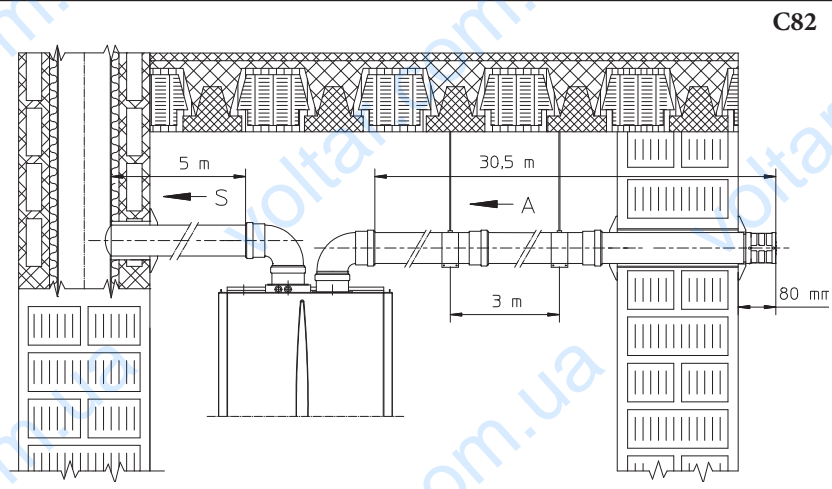

Fig. 1-28
• Pérdida de temperatura en los conductos de humos. Para evitar problemas de condensación de humos en el conducto de descarga Ø 80, debidos a enfriamiento a través de las paredes, es necesario *limitar la longitud del conducto de descarga a solamente 5 metros* (Fig. 1-28). Si se deben cubrir distancias superiores es necesario utilizar tubos Ø 80 termoestables (ver capítulo del kit separador Ø 80/80 aislado).